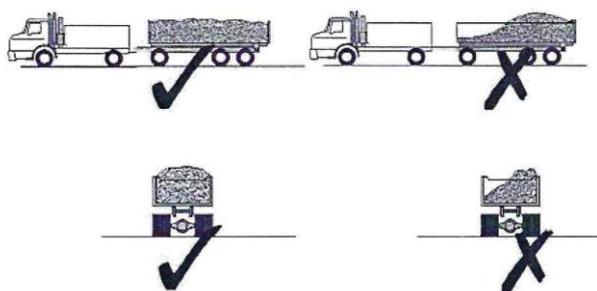

Рис. 23. Пример загрузки платформы.
8.1.15. Примеры правильной (Y) и неправильной (X) эксплуатации транспортного средства показаны на рис. 23.